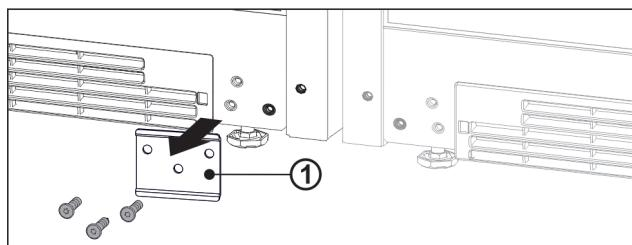

Fig. 13
- Если установлен металлический лист Fig. 13 (1), открутите металлический лист.